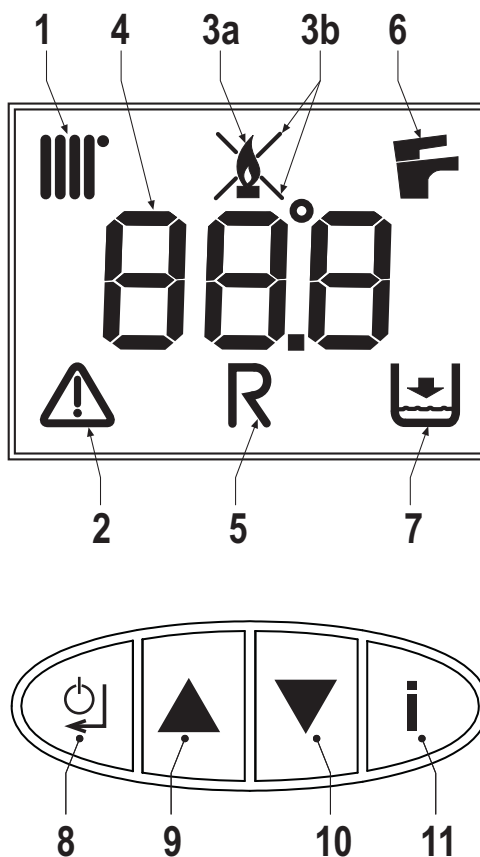

рис. 1 - Панель с устройствами управления
О поступлении запроса на отопление (от контакта запроса, комнатного термостата или пульта ДУ с таймером) сообщает включение радиатора (поз. 1 - рис. 1).
На многофункциональном дисплее (поз. 4 - рис. 1) высвечиваются температура датчика отопления, а во время режима ожидания отопления - символ "d2".
О поступлении запроса на горячее водоснабжение (в результате забора горячей воды) сообщает включение крана (поз. 6 - рис. 1).
На многофункциональном дисплее (поз. 4 - рис. 1) высвечиваются температура датчика ГВС, а во время режима ожидания ГВС - символ "d1".
Нажмите на кнопку Вкл./Выкл. (поз. А - Рис. 1) на 5 секунд.
Когда агрегат выключен, на электронную плату продолжает подаваться электрическое питание. При этом системы отопления и ГВС не работают. Остается активной противоморозная система. Для включения агрегата снова нажмите кнопку Вкл./Выкл. (поз. А - Рис. 1) на 5 секунд.
Для доступа к меню пользовательских настроек необходимо нажать на кнопку "Info" (поз. 11 - рис. 1).
Нажимайте на кнопку "Info" (поз. 11 - рис. 1), пока не отобразится параметр u01 меню пользовательских настроек.
Нажмите на кнопку "Ввод" (поз. 8 - рис. 1): отобразится текущее значение параметра u01.
Используйте кнопки (поз. 9 и 10 - рис. 1) для изменения температуры от минимальной в 30°C до максимальной в 85°C.
Нажмите на кнопку "Ввод" (поз. 8 - рис. 1) для подтверждения настройки.
Далее нажимайте на кнопку "Info" (поз. 11 - рис. 1) до выхода из меню.
Нажимайте на кнопку "Info" (поз. 11 - рис. 1), пока не отобразится параметр **u02** меню пользовательских настроек.
Нажмите на кнопку "Ввод" (поз. 8 - рис. 1): отобразится текущее значение параметра **u02**.
Используйте кнопки (поз. 9 и 10 - рис. 1) для изменения температуры от минимальной в 10°C до максимальной в 65°C.
Нажимайте на кнопку "Info" (поз. 11 - рис. 1), пока не отобразится параметр **u03** меню пользовательских настроек.
Нажмите на кнопку "Ввод" (поз. 8 - рис. 1): отобразится текущее значение параметра **u03**.
Используйте кнопки (поз. 9 и 10 - рис. 1) для настройки режима "Лето" (0) или "Зима" (1).
Нажимайте на кнопку "Info" (поз. 11 - рис. 1), пока не отобразится параметр **u04** меню пользовательских настроек.
Нажмите на кнопку "Ввод" (поз. 8 - рис. 1): отобразится текущее значение параметра **u04**.
Используйте кнопки (поз. 9 и 10 - рис. 1) для настройки режима "Экономный" (0) или "Комфорт" (1).
Далее нажимайте на кнопку "Info" (поз. 11 - рис. 1) для выхода из меню.
Нажимайте на кнопку "Info" (поз. 11 - рис. 1), пока не отобразится параметр **u05** меню пользовательских настроек.
Нажмите на кнопку "Ввод" (поз. 8 - рис. 1): отобразится текущая стадия (Step) максимальной мощности.
Используйте кнопки (поз. 9 и 10 - рис. 1) для изменения максимальной мощности от 1 (минимальный Step) до 5 (максимальный Step).
Нажимайте на кнопку "Info" (поз. 11 - рис. 1), пока не отобразится параметр **u06** меню пользовательских настроек.
Нажмите на кнопку "Ввод" (поз. 8 - рис. 1): отобразится текущее значение параметра **u06**.
Используйте кнопки (поз. 9 и 10 - рис. 1), чтобы изменить методологию работы:
Нажимайте на кнопку "Info" (поз. 11 - рис. 1), пока не отобразится информация **u07** меню пользовательских настроек.